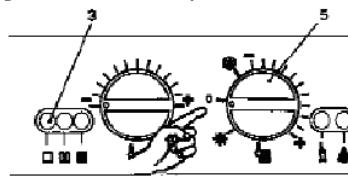

fig. 6.5
- 21 Desligar a caldeira levando o selector 5 sobre a posição "0" fig. 6.5